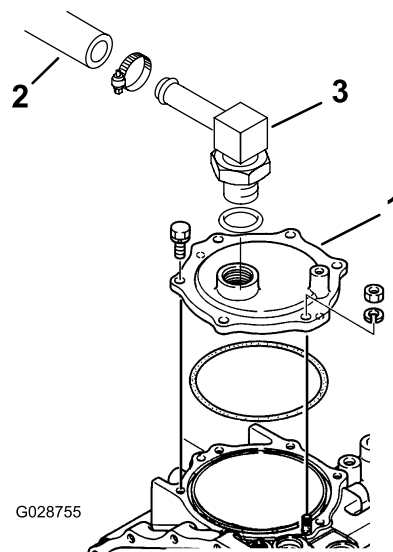

Bild 16
1. Schließen Sie den Hydraulikschlauch vom Anschlussstück an der Getriebeabdeckplatte ab (Bild 16).